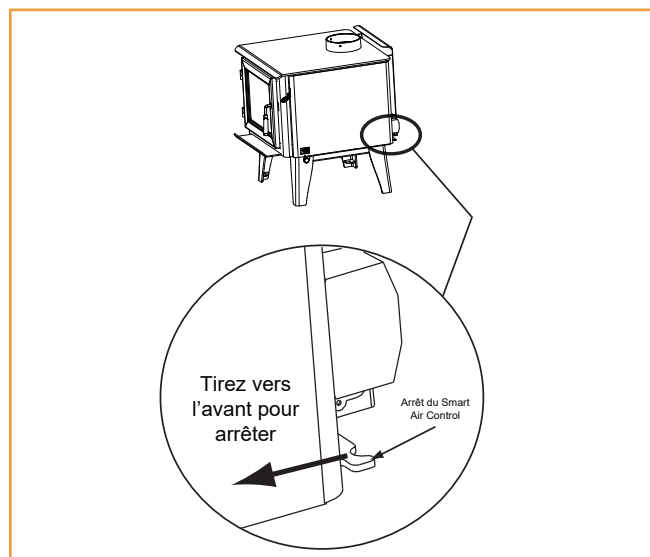

Figure 10.3
**Dérogation à la minuterie manuelle :** Si vous devez éteindre le contrôle d'air intelligent avant la fin du cycle de fermeture (25 minutes), repérez le levier à l'arrière à droite de l'appareil et tirez-le vers l'avant de l'appareil (Figure 10.3).